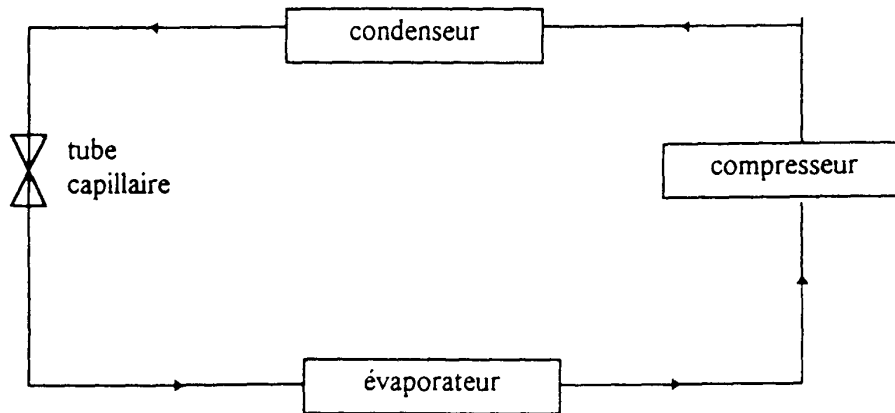
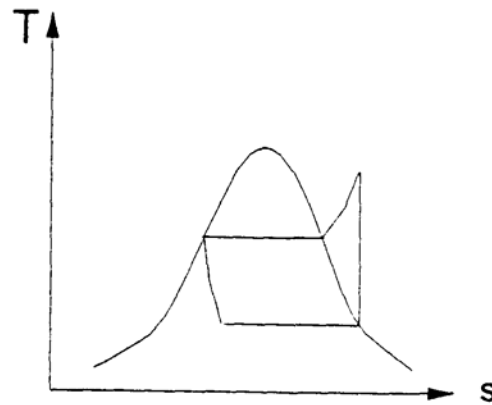

Figure 1
Figure 2
2. Le fonctionnement du congélateur est représenté par le schéma ci-dessous (figure 1)
- 2.1. Placer les points 1, 2, 3, 4, sur le schéma (figure 1) et le diagramme (s, T) (figure 2) où s représente l'entropie massique du fluide. Préciser les états physiques du fluide dans les états 1, 2, 3, 4.